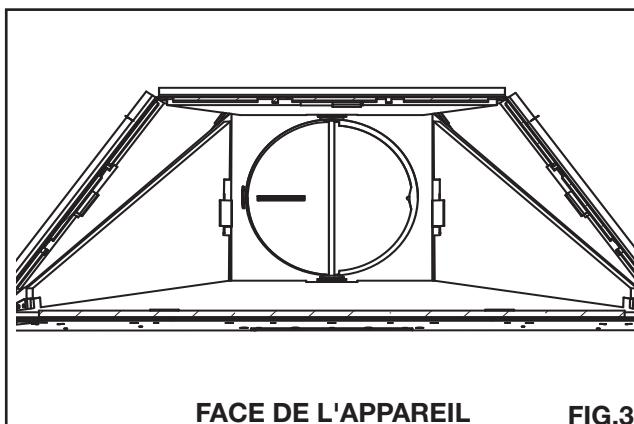

FIG.3
- C.** Retirez les vis des supports latéraux inférieurs et enlevez les panneaux latéraux supérieurs. **(FIG. 3)**
- D.** Glissez le panneau supérieur dans la chambre de combustion et installez les 4 supports retirés à l'étape C. **(FIG.3)**
- F.** Glissez les panneaux latéraux puis le panneau arrière dans la chambre de combustion et installez les supports. **(FIG.3)**